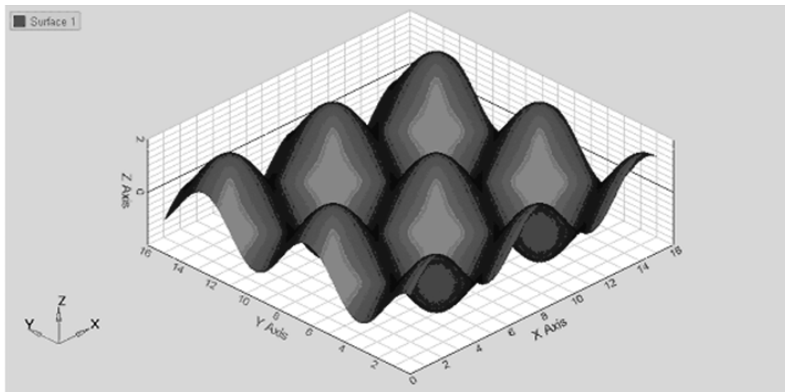

图 13-119 打开保存的 session
(1) 通过主菜单依次选择 File > Open > Session。
(2) 进入路径<installation_directory>\tutorial\mv_hv_hg\tutorials\mv_hv_hg\3dplotting\，打开文件 Curve_Attributes_Surface.mvw，如图 13-119 所示。